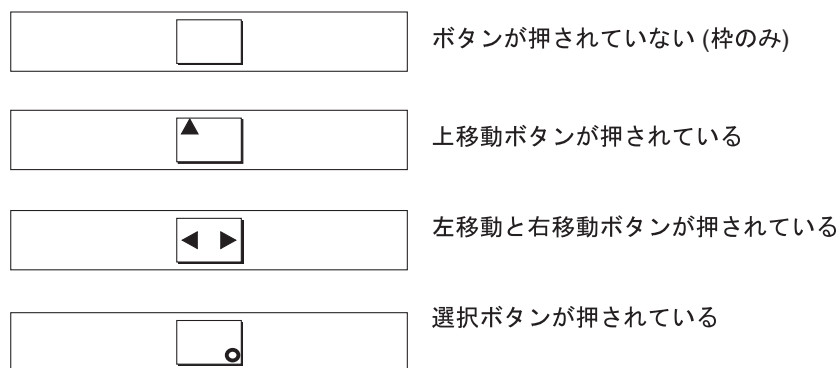

図 35. ボタンを押した場合のフロント・パネル表示
3. 上移動、下移動、左移動、右移動の各ボタンを押して、それらが作動しているか検査する。図 35 を参照してください。ここには、ボタンを押したときにフロント・パネルに表示されるはずの 4 つの例を示しています。ボタンのテストが終わったら、選択ボタンを 5 秒間押ししたままにして、テストを終了します。